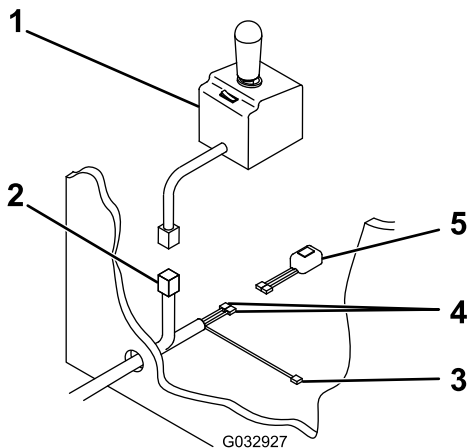

Figure 17
11. Tirez le connecteur du contrôleur de chasse-neige, le fil noir/rouge et les 2 fils noirs dans la cabine du véhicule à travers le trou dans le pare-feu (Figure 17).
12. Reliez les 2 fils noirs à l'interrupteur à bascule des phares (Figure 17).